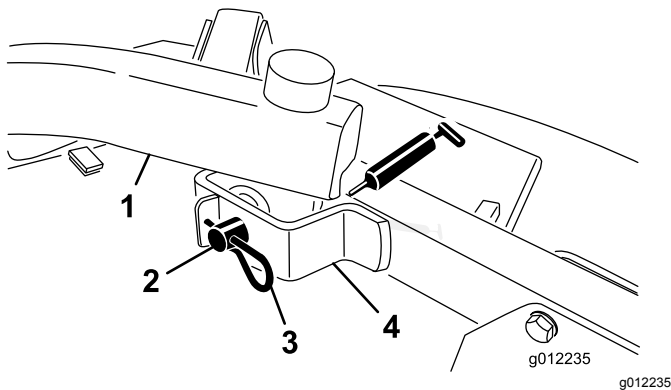

Figura 18
- Pivotes de los brazos de elevación delanteros (2) (Figura 18)